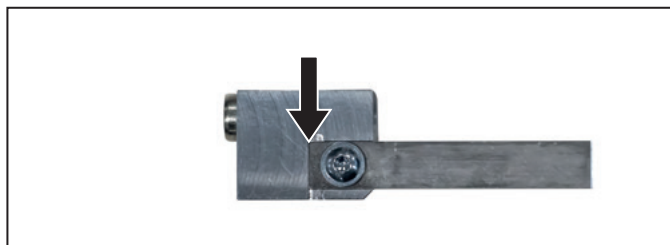

Bild 8.4 Hülsentrennmesser wechseln
- Tauschen Sie das Messer gegen ein neues aus. Achten Sie darauf, das neue Messer passgenau und bündig einzulegen, siehe Bild 8.4.